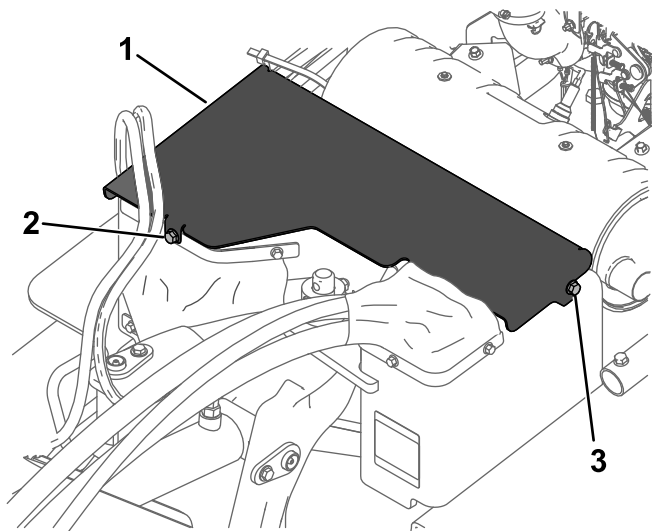

Figura 25
3. Retire el perno delantero y afloje el perno izquierdo que sujeta la cubierta delantera a la máquina (Figura 25).
4. Deslice la cubierta hacia adelante y tire hacia arriba para retirar la cubierta Figura 25.
5. Para instalar la cubierta delantera, coloque la cubierta delantera en su sitio y sujétela con los 2 pernos (Figura 25).